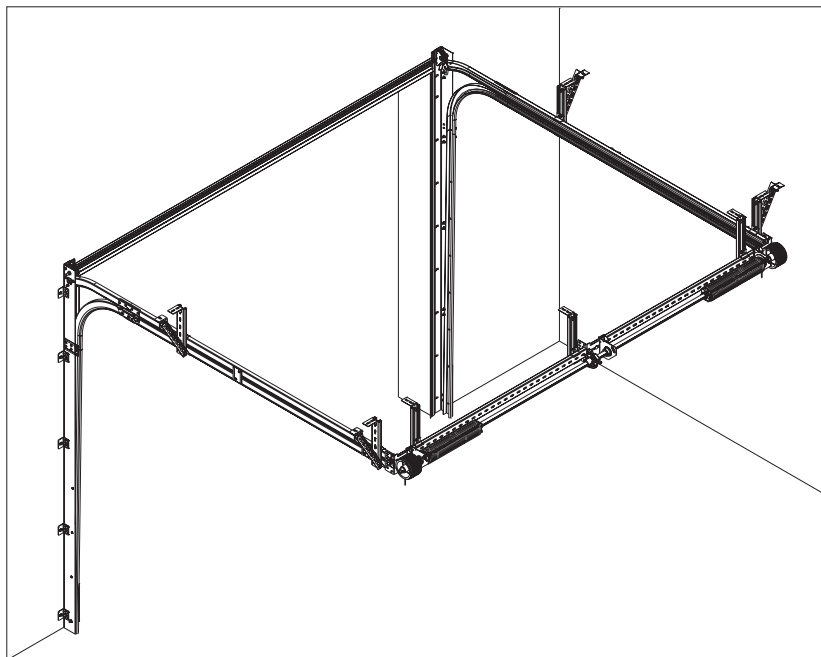

Рис.23
Подвесы, закрепляемые к задней перемычке, устанавливаются рядом с боковыми суппортами (рис. 19). Дополнительные подвесы устанавливаются рядом с промежуточными суппортами (рис. 23) при монтаже валов.
- Монтаж валов (рис.23) производится в следующем порядке: